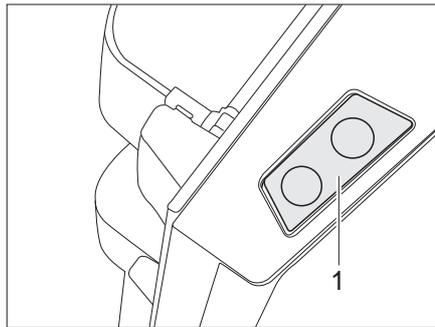

Fig. 230 Touche de déverrouillage de la porte du réfrigérateur (Dometic Série 8)
- Appuyer sur la touche de déverrouillage (Fig. 230,1) et ouvrir le réfrigérateur.